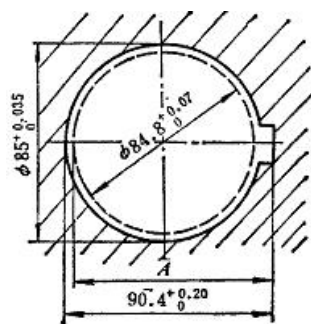

图 2
1. 如图 2 所示齿轮内孔插键槽，键槽深度是  $90.4^{+0.20}_0 \text{ mm}$ ，有关工序尺寸和加工顺序是：